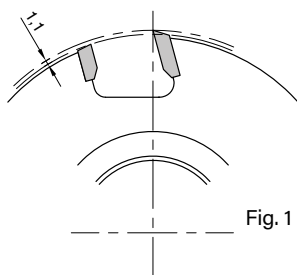

Fig. 1
- c. Not round form tool, with deflector, where the maximum difference between the cutting edge is 1,1 mm (fig. 1).
- c. Forma no redonda del cuerpo, con limitador o deflector, siendo el máximo saliente del cortante de 1,1 mm (fig. 1).